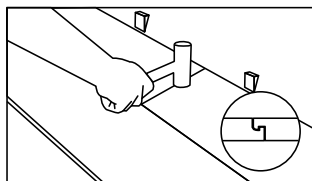

Fig. 6
3. Forme un ángulo con el extremo largo de la siguiente tabla de la segunda hilera para enganchar en la primera hilera mientras coloca el extremo corto de la tabla sobre la ranura de la tabla anterior. Enganche y pliegue, luego golpee en el lugar con un mazo de goma. (Fig. 6).